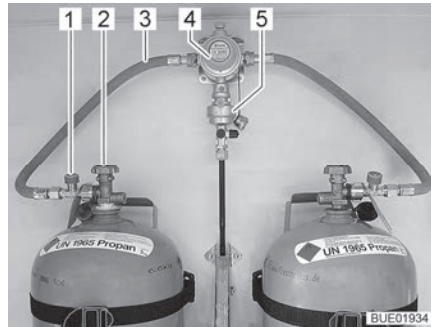
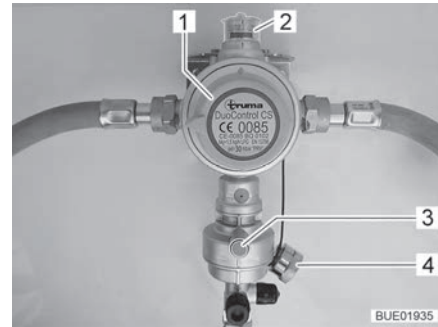

Bild 43 Gasflaschen mit DuoControl
Bild 44 DuoControl-Regelanlage
Die DuoControl-Regelanlage besteht aus einem Umschaltventil (Bild 43,4) und dem Crashsensor (Bild 43,5). Die DuoControl-Regelanlage ist zwischen den Gasschläuchen (Bild 43,3) mit Schlauchbruchsicherung (Bild 43,1) montiert. Mit dem Drehknopf (Bild 44,1) am Umschaltventil kann bestimmt werden, welche der Gasflaschen als Betriebsflasche und welche als Reserveflasche verwendet wird.
Am Sichtfenster (Bild 44,2) wird der Status der Gasversorgung angezeigt:
Der Betrieb mit nur einer Gasflasche ist zulässig, allerdings muss der offene Anschluss in diesem Fall mit dem Blinddeckel (Bild 44,4) verschlossen werden.
Der Crashsensor sperrt die Gaszufuhr bei erheblicher Erschütterung (z. B. Unfall) ab. Der Crashsensor wird durch Drücken des grünen Resetknopfs (Bild 44,3) in Betrieb genommen.
Die Schlauchbruchsicherung (Bild 43,1) sperrt den Gasfluss, wenn der angeschlossene Schlauch bricht. Die Schlauchbruchsicherung muss durch Drücken der grünen Taste aktiviert werden.
Bedieneinheit An der Bedieneinheit (Bild 45) wird die Gaszufuhr über die DuoControl-Regelanlage ein- und ausgeschaltet. Die Haupt-Absperrventile (Bild 43,2) der Gasflaschen und die Gasabsperrentile der Geräte müssen von Hand geöffnet werden.
- Mit dem Drehknopf (Bild 44,1) am Umschaltventil die Gasflaschewählen, der vorrangig das Gas entnommen werden soll (Betriebsflasche). Den Drehknopf immer bis zum Anschlag drehen.
- Haupt-Absperrventile (Bild 43,2) an den Gasflaschen öffnen.
- Grüne Taste der Schlauchbruchsicherung (Bild 43,1) drücken. Am Sichtfenster (Bild 44,2) wird die grüne Markierung angezeigt.
- Haupt-Absperrventile (Bild 43,2) an den Gasflaschen schließen.
Wenn die grüne Kontroll-Leuchte (Bild 45,6) während des Betriebs erlischt und die rote Kontroll-Leuchte (Bild 45,5) aufleuchtet, ist die Betriebsflasche leer und muss gewechselt werden. Am Sichtfenster (Bild 44,2) wird die rote Markierung angezeigt. Die Reserveflasche versorgt die Gasverbraucher weiterhin mit Gas.
- Drehknopf (Bild 44,1) eine halbe Drehung in Richtung der aktuell verwendeten Gasflasche drehen. Damit ist diese Gasflasche jetzt die Betriebsflasche, die leere Gasflasche wird zur Reserveflasche. Die Markierung im Sichtfenster (Bild 44,2) wechselt von rot auf grün.
- Haupt-Absperrventil (Bild 43,2) an der leeren Gasflasche schließen. Pfeilrichtung beachten.
- Grüne Taste der Schlauchbruchsicherung (Bild 43,1) drücken.